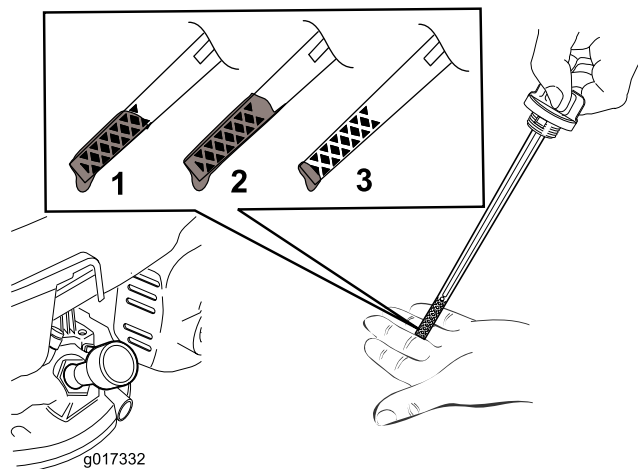

图12
5. 要确定量油尺上的机油油位是否合适、请参阅 图 12)。
注意 向发动机曲轴箱添加机油直到量油尺显示机油油位达到 图12 中所示的正确位置。如果发动机加注机油过多则需要按照 更换机油 \(页码 14\) 的说明去除多余机油。